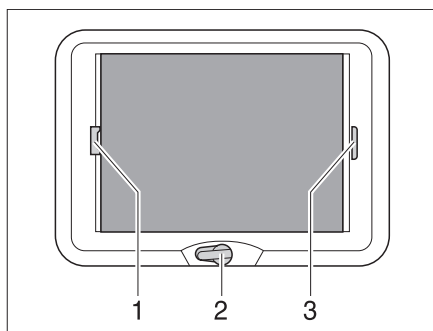

Bild 89 Vevmanövrerad taklucka
- Vrid på handveven (Bild 89,2) tills ett motstånd känns (max öppningsvinkel 70°).
- Drag i plisségardinens handtag (Bild 89,3) och släpp i önskad position. Plisségardinen stannar i denna position.
- Drag, med handtaget (Bild 89,1), insektsskyddet till plisségardinens handtag (Bild 89,3) på den motsatta sidan, där det hakas i.
- Tryck insektsskyddets handtag (Bild 89,1) bakåt, uppåt och haka av insektsskyddet från plisségardinen (Bild 89,3).